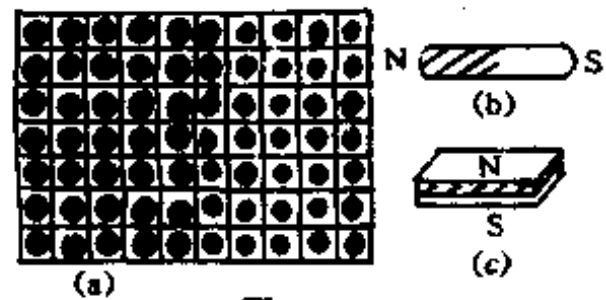

图 1-287
1. 结构:整个磁力黑板由上下两层硬质塑料膜制成(板面一层要求透明),中间一层做为蜂巢状塑料空格,空格的容积设计为  $27\text{mm}^3$ 。每个空格内放入一个“磁珠”,其大小以刚好放入空格内为宜。为防止“磁珠”由于振动所发生的误翻转,可将空格内充入低粘度透明液体,然后用上下层硬质塑料膜将蜂巢格板夹在一起,进行聚合密封加工,便成了如图 1-287(a)所示的磁力黑板的板面。与黑板配合使用的粉笔用如图 1-287(b)所示的磁笔代替,其规格可做成圆珠笔大小,材料为磁铁;黑板擦用 1-287(c)所示的磁力黑板擦代替,它是长条形的磁铁块,大小以便于使用为好。